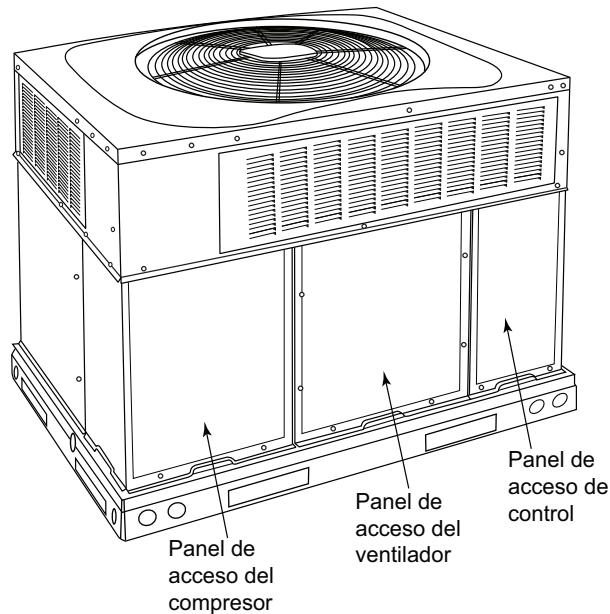

Fig. 18 – Paneles de acceso de la unidad
- a. Quite el panel de acceso del soplador (consulte la Fig. 18).
- g. Vuelva a instalar el panel de acceso del soplador (consulte la Fig. 18).
1. Quite el panel de acceso del control (consulte la Fig. 18).
Quite el panel de acceso del soplador (consulte la Fig. 18). Los interruptores limitadores se encuentran en la partición del soplador.
3. Quite el panel de acceso del control (consulte la Fig. 18).
Quite los paneles de acceso (consulte la Fig. 18) para localizar todos los controles eléctricos y el cableado. Compruebe que todas las conexiones eléctricas estén apretadas. Apriete todas las conexiones con tornillos. Si se observan conexiones ahumadas o quemadas, desarme la conexión, limpie todas las piezas, vuelva a pelar el extremo del cable y vuelva a montar la conexión de forma correcta y segura.